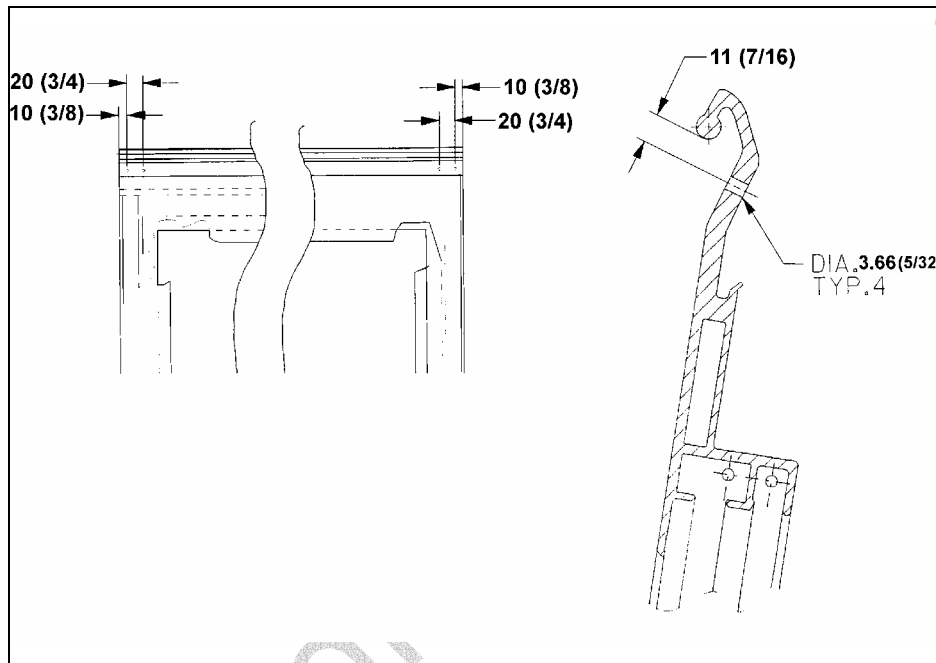

FIGURE 1: PERÇAGE DE LA FENÊTRE
1. Utiliser les blocs d'arrêt comme gabarit et les appuyer contre la moulure extérieure, percer 4 trous de 3.66 mm de diam. (5/32 po) sur le cadre de la fenêtre lorsque la fenêtre est installée sur le véhicule en s'assurant de ne pas percer le châssis (voir la fig. 1).
1. Utiliser le bloc d'arrêt servant de gabarit (Prévost no 292684) et percer 4 trous de 3.66 mm de diam. (5/32 po) sur le cadre de la fenêtre lorsque la fenêtre est installée sur le véhicule en s'assurant de ne pas percer le châssis (voir la fig. 1).